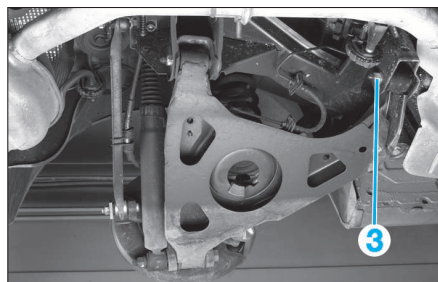

FIG. 54
- Découper la vis de fixation avant (3) (Fig.54) du triangle.